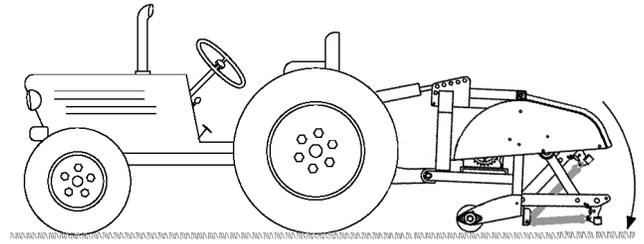

Bild 13
4. Senken Sie den Aerifizierer ab; der Zylinder des hydraulischen Oberlenkers oder des Unterlenkers sollte ganz ausgefahren sein (Bild 13).